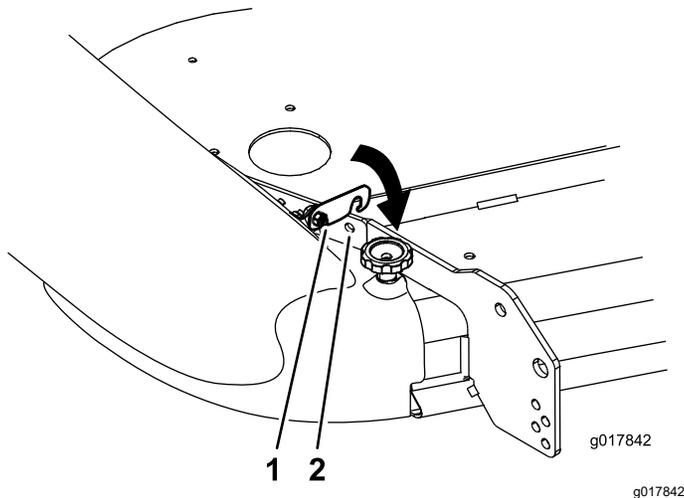

Figure 28
6. Tournez le verrou jusqu'à ce qu'il s'accroche dans le trou du raidisseur du tablier (Figure 28).